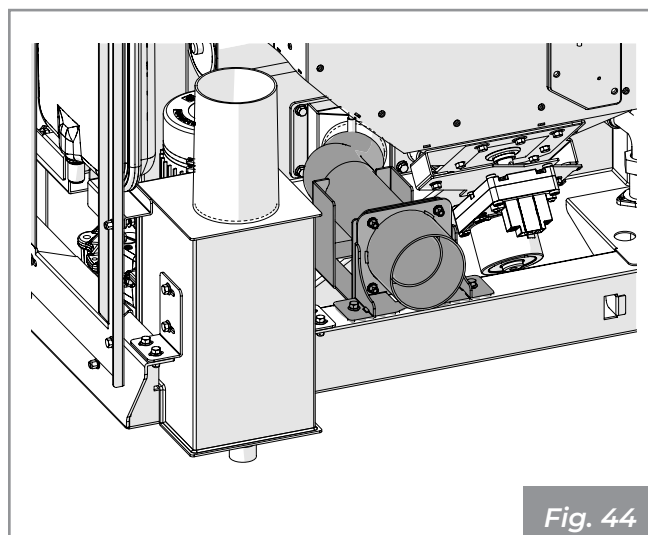

Fig. 44
- Kit de canalización del aire comburente (**Fig. 44**).